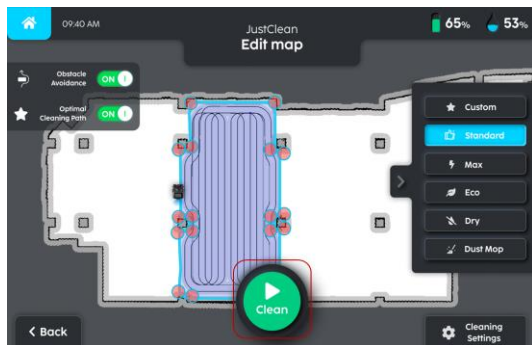

FIGURE 5-17
4. L'utilisateur peut ajuster les zones de nettoyage ou modifier les paramètres de nettoyage pour la carte (Fig. 5-17).
5. Abaissez la barre de manipulation puis appuyez sur 'NETTOYER' (Fig. 5-17).